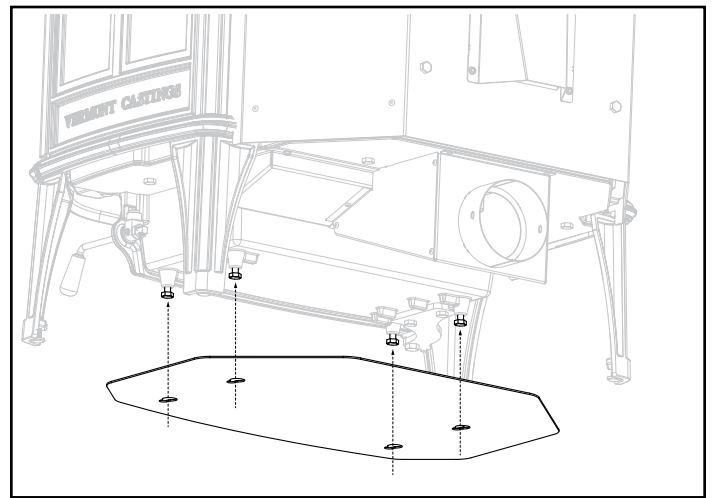

Figure 5.3 - Fixation de l'écran thermique inférieur.
2. Faites passer les quatre boulons dans la grosse extrémité des trous et après, tirez l'écran vers l'avant pour engager les extrémités plus petites des rainures, Figure 5.3.